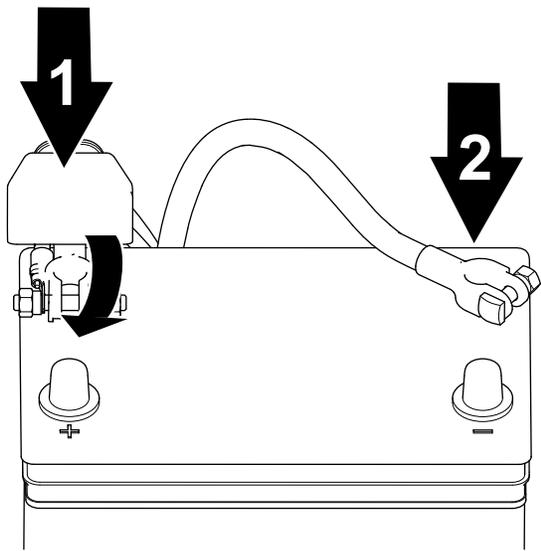

Figura 34
1. Conecte el cable positivo a la batería y apriete la tuerca de pinza de la batería (Figura 34).
2. Conecte el cable negativo a la batería y apriete la tuerca de pinza de la batería (Figura 34).